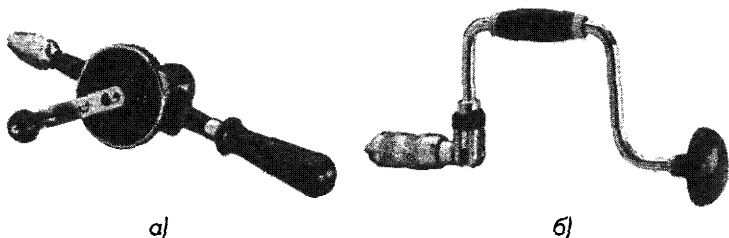

Рис. 1.21. Ручная дрель (а) и коловорот (б)
- ручная или электрическая (до 10 мм) дрель либо коловорот (рис. 1.21);